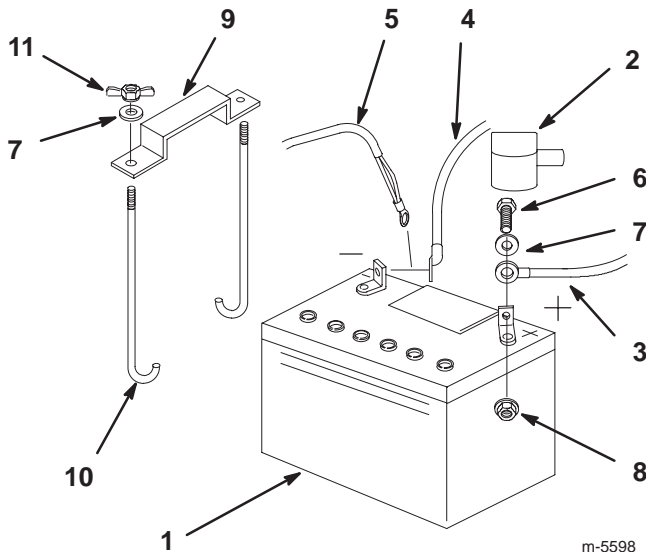

Bild 59
1. Legen Sie die Batterie in den Ständer, wobei die Klemmen zum Motor weisen (Bild 59).
4. Sichern Sie die Kabel mit zwei Schrauben (1/4 x 3/4"), 2 Scheiben (1/4") und 2 Klemmmuttern (1/4") (Bild 59) ab.
6. Sichern Sie die Batterie mit J-Schrauben, Halteschelle, 2 Scheiben (1/4") und 2 Flügelmutter (1/4") (Bild 59) ab.
3. Klemmen Sie zunächst das Minuskabel und den Erdungsdraht vom Minuspol (–) der Batterie ab (Bild 59).
4. Ziehen Sie die rote Polkappe vom roten Pluspol der Batterie ab. Ziehen Sie dann das rote Pluskabel ab (Bild 59).
5. Entfernen Sie beide Flügelmuttern (1/4"), die die Batterieschelle sichern (Bild 59).